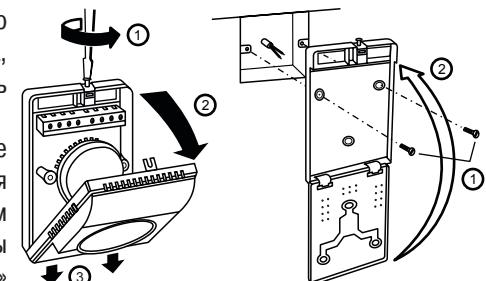

Рисунок 6. Монтаж пульта управления
- Для установки пульта управления необходимо отвернуть винт, снять крышку и панель пульта, закрепить пульт на стене, установить панель и верхнюю крышку (см. рис. 6).